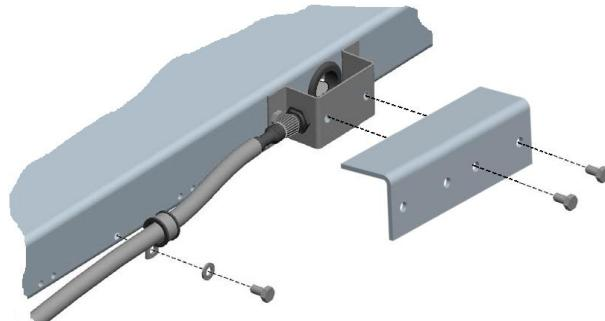

Рисунок 5.2 – Модуль взвешивающий 4D-PM_. Фиксация кабеля и установка кронштейна
5.3.7 Закрепите кабель для подключения терминала к модулю с помощью хомута, плотно затянув винт M6x10 (см. рис. 5.2).
5.3.8 Привинтите кронштейн к защитной скобе винтом M6x10 (2 шт.) для защиты разъема от механических ударов (см. рис. 5.2).